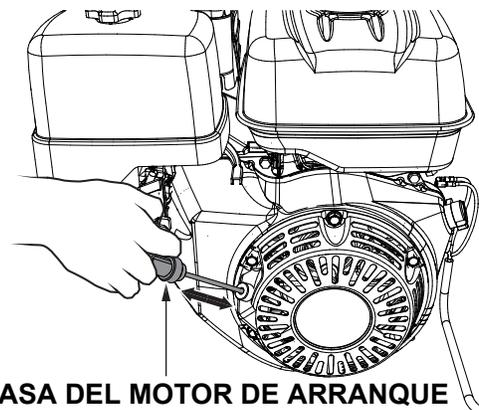

Figura 32. Asa del motor de arranque
6. Tire lentamente del asa del motor de arranque (Figura 32) hasta que sienta resistencia, y después tire de forma brusca y uniforme para arrancar el motor. Vuelva a poner con cuidado el asa del motor de arranque en su posición original.